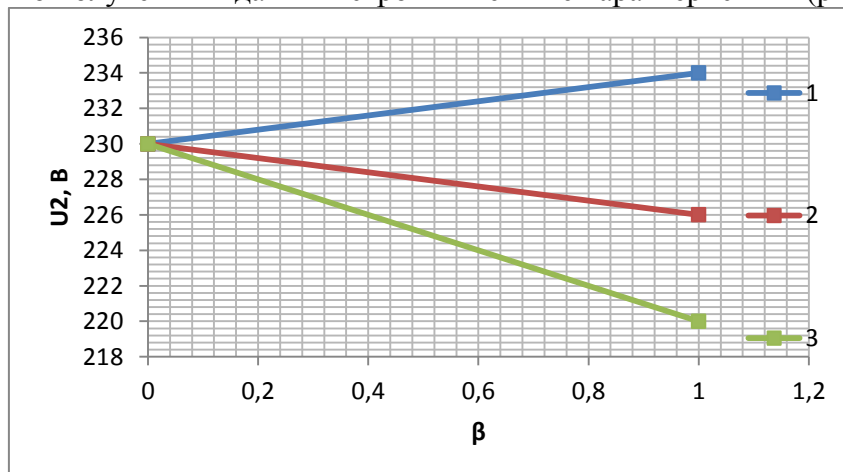

Рисунок 16. Внешние характеристики трансформатора (1- $\cos \varphi_2 = 0,8$ (емк.), 2 - $\cos \varphi_2 = 1$, 3 - $\cos \varphi_2 = 0,8$ (инд.)).
По полученным данным строим внешние характеристики (рис.16)
- 7) Активная и индуктивная составляющие сопротивления Т-образной схемы замещения (рис.16)